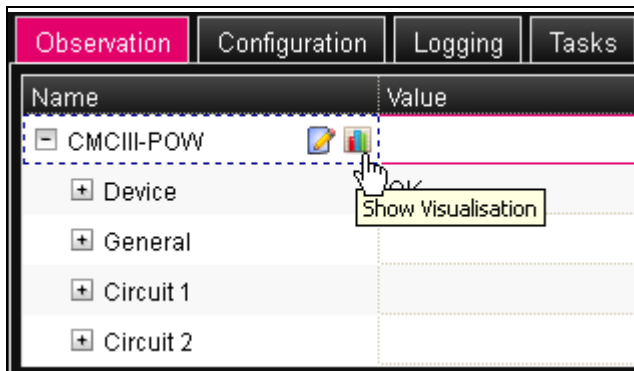

Fig. 27 : symbole « Graphique »
- Cliquer sur le symbole « Graphique » coloré derrière l'élément « CMCIII-POW » sous forme de diagramme stylisé (fig. 27).